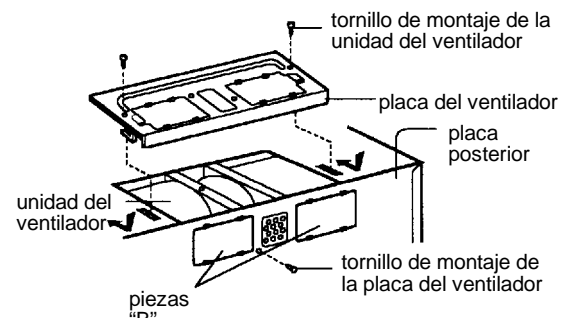

Figura 21
5. Vuelva a fijar la placa del ventilador al horno de microondas. Fije un tornillo de montaje de la unidad del ventilador y después un o dos tornillos de la placa del ventilador. Vea la figura 21.